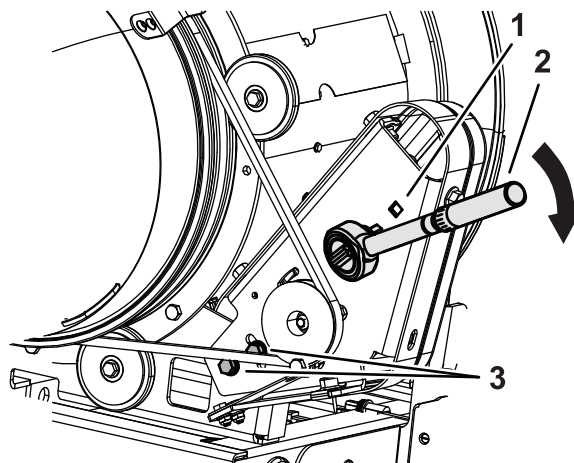

Figure 30
3. Insérez le carré d'entraînement d'une clé dynamométrique dans le support de montage de la poulie, comme montré à la Figure 30.